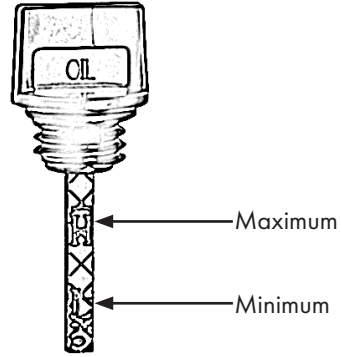

Figure 16
- Lisez le niveau d'huile, voir aussi la figure 16.
Il doit y avoir un film d'huile entre le repère supérieur et le repère inférieur. S'il n'y a pas de film d'huile, le niveau d'huile est trop bas, fig. 16. Ajoutez de l'huile. H-High signifie maximum. L-Low signifie minimum.